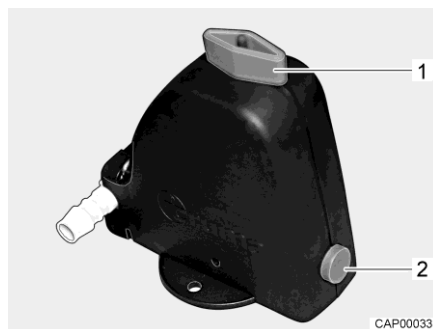

Fig. 283 Válvula de seguridad/purga (Truma)
- Abrir la válvula de seguridad/purga (Truma). Para ello, girar el botón giratorio (Fig. 283,1) a la posición longitudinal en referencia a la válvula de seguridad/purga. El botón (Fig. 283,2) salta hacia fuera.